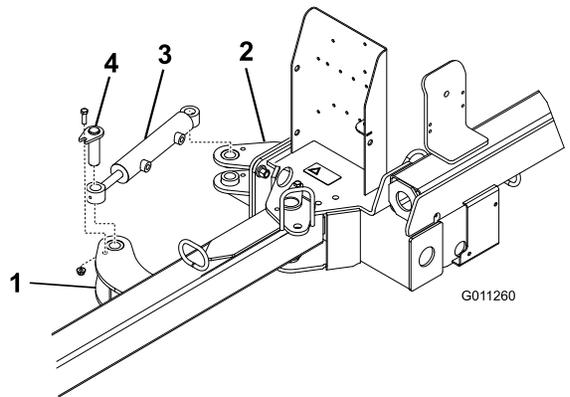

Bild 6
2. Befestigen Sie jedes Ende des Hydraulikzylinders mit einem Stift, einer Schraube ($\frac{3}{8}$ " x 1- $\frac{1}{4}$ ") und einer Bundmutter ($\frac{3}{8}$ ") an der Aktuator Nase (Bild 6).